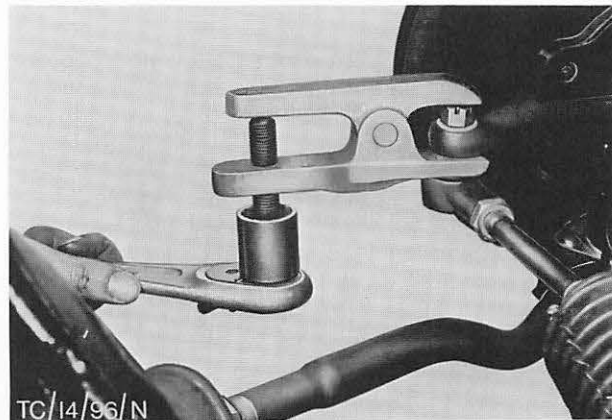

Abb. 17 Werkzeug G2-3006
7. Splinte entfernen und Kronenmutter vom Kugelgelenkbolzen beider Spurstangenendstücke abschrauben. Bolzen mit Spezialwerkzeug G2-3006 aus den Spurstangenhebeln pressen. Abb. 17. Kronenmuttern der Kugelgelenkbolzen am Achsschenkel entfernen und Achsschenkel abbauen.